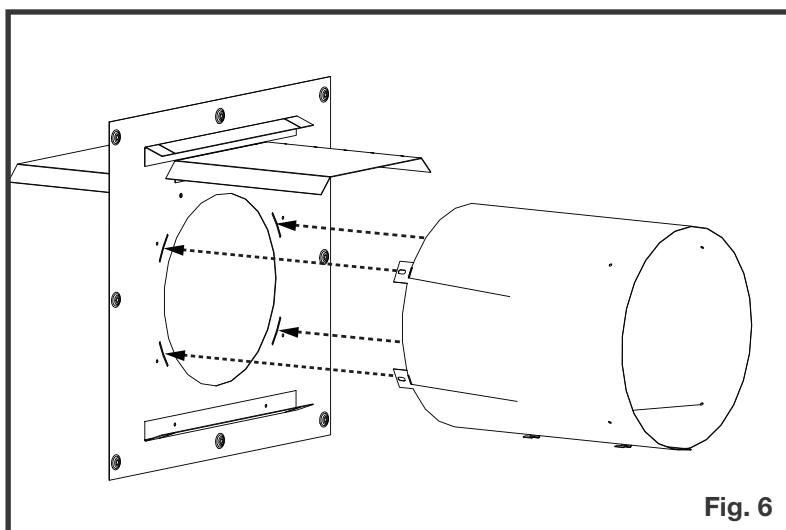

Fig. 6
3. Insérez les languettes des douilles d'évent dans les douilles d'espaceur de feuillard, pliez les languettes de douille d'évacuation et fixez-la à l'entretoise de foyer avec 4 attaches fournies (**Figure 6**).